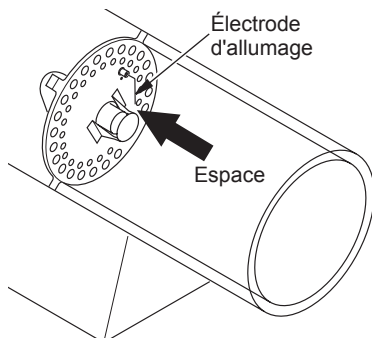

Figure 12 - Espace entre l'électrode d'allumage et la plaque
7. Assurez-vous que l'espace entre l'électrode d'allumage et la plaque est de 43,18 mm (0,17 po) (voir figure 12).